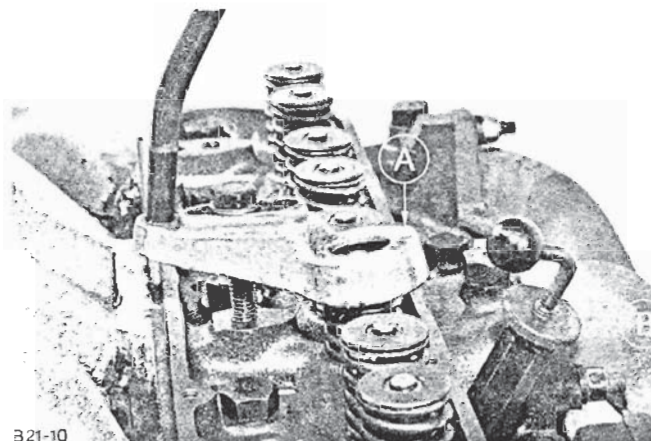

Fig. 89 - Afmonter ventilfjedrene ved hjælp af specialværktøjet.
4. Skru ventilholderen værktøj G2-6513-B, Fig. 89, ind i et tændrørshul, anbring holderen mod ventilen og lås den. Monter ventilfjederpressen